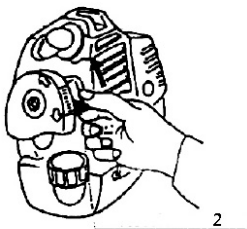

Рис. 9
- Переместите рычаг дросселя в полностью закрытое положение (указанная сторона). Когда топливо готово и двигатель нагрет, передвиньте рычаг подачи воздуха в полностью открытое положение (указанная сторона) (рис. 9).